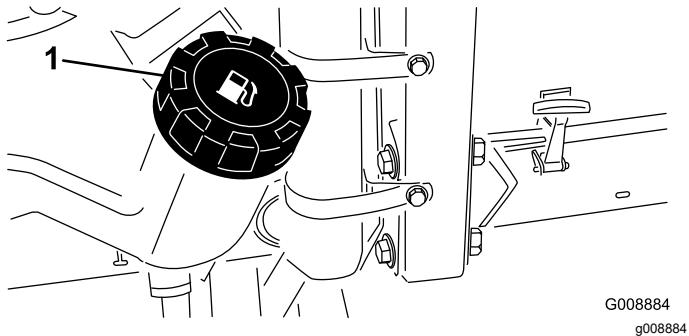

Figura 25
1. Pulite l'area circostante il tappo del serbatoio del carburante (Figura 25).